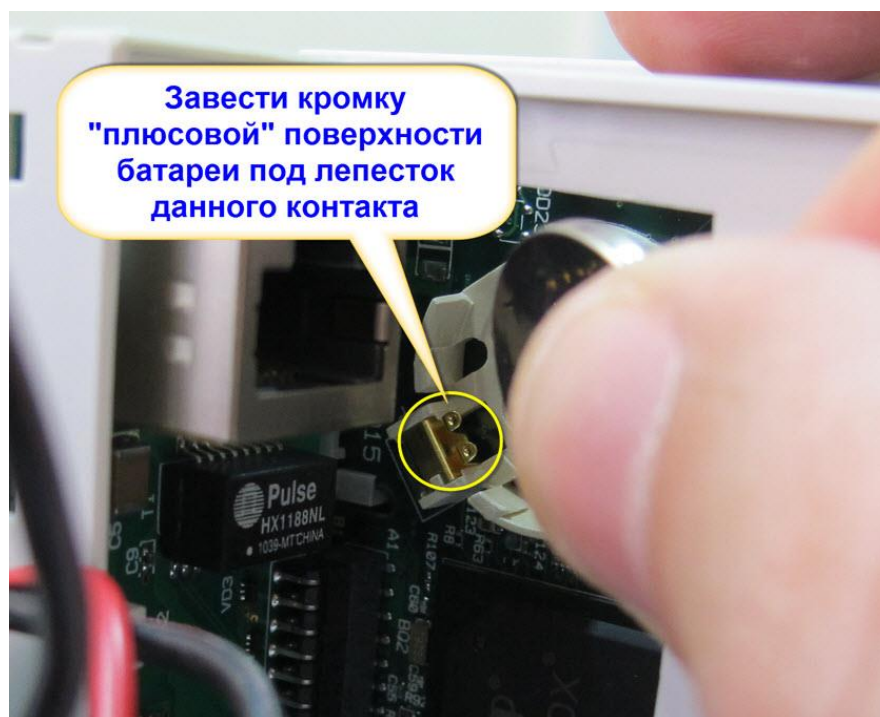

Рис. 5.8 Начало установки батареи
- Поднесите новую батарею к гнезду-держателю и заведите кромку ее «плюсовой» поверхности под лепесток контакта гнезда-держателя, как показано на Рис. 5.8.